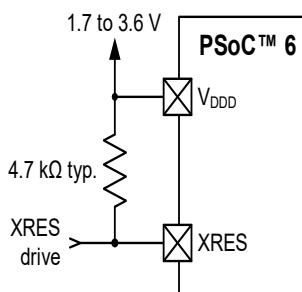

Figure 6 XRES 接続ダイヤグラム
- 外部ソースを使用してデバイスをリセットする外部リセット専用ピン (XRES)。XRES ピンはアクティブ Low です。Figure 6 に示すように、 V_{DDD} へのプルアップ抵抗またはアクティブドライブ回路のいずれかに接続できます。プルアップ抵抗を使用する場合は、その値を選択して、ピンが Low に引き下げられたときの電流引き込みを最小限に抑えます。4.7 kΩ ~ 100 kΩ が標準です。